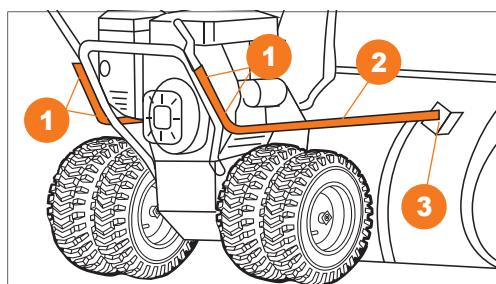

Рис. 28
DAST 17110 Дополнительно установите усиленные штанги ② крепления рукояток. Совместите рукоятку панели оператора со штангой и закрепите болтами и гайками ①. Совместите штангу с креплением ковша ③ и закрепите ее (Рис. 28).